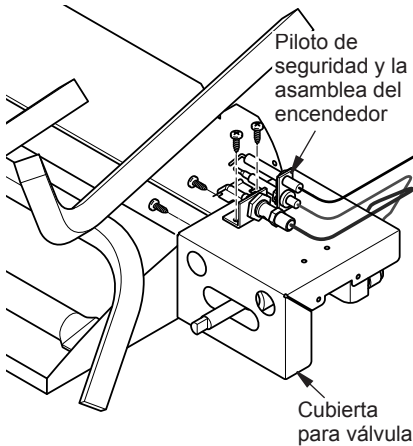

Figura 4A
6. Instale la cubierta de la válvula para bandeja del quemador mediante tornillos autorroscantes como se muestra en la Figura 4A.
7. Instale piloto de seguridad y encendedor piezoeléctrico sobre el panel deflector con tornillos autorroscantes como se muestra en la Figura 4A y 4B.